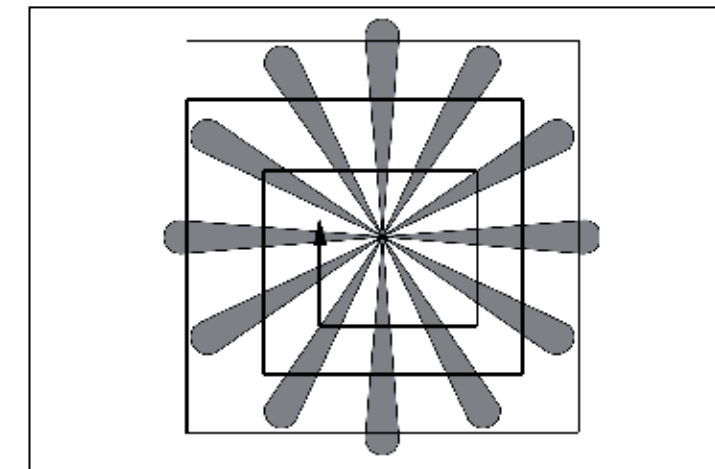

Рис. 5.1. Зона пошагового теста
3. Пошаговый тест следует выполнять, перемещаясь поперек зоны покрытия. См. рис. 5.1.